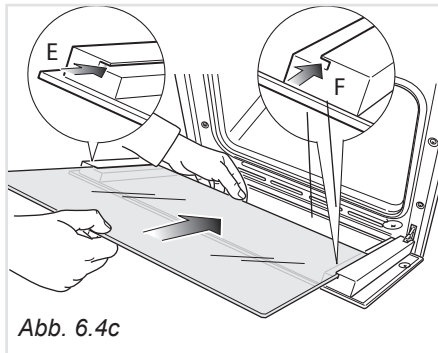

Abb. 6.4c
- Fügen Sie das Glassegment in den linken ("E") und rechten ("F") Führungsschlitz bis zum Haltewinkel "H" ein (Abb. 6.4c - 6.4d).